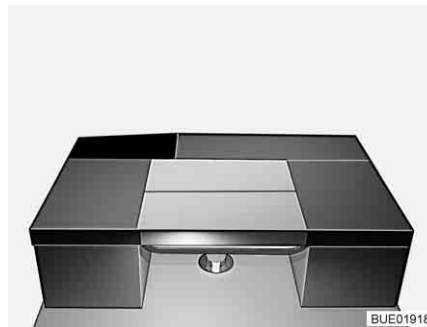

Fig. 145 Après la transformation
- Placer le coussin de dossier de la banquette en travers sur la table (voir Fig. 145).